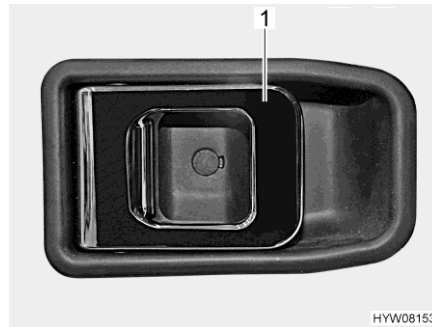

Fig. 50 Serrure de la porte (porte chauffeur, à l'intérieur)
- Tirer sur la poignée (Fig. 50,1). La serrure de la porte se déverrouille et s'ouvre.
- Appuyer sur la poignée (Fig. 50,1). La serrure de la porte est verrouillée.